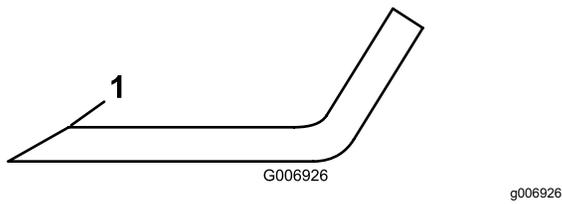

Figura 74
4. Inspeccione as extremidades de corte de todas as lâminas. Afie as extremidades de corte se apresentarem sinais de desgaste ou ranhuras, afie apenas a zona superior da parte cortante e mantenha o ângulo de corte original para garantir um desempenho eficaz da lâmina (Figura 74).